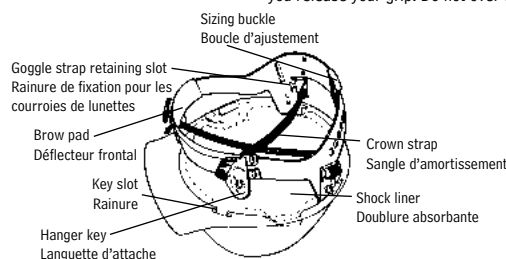

Figure 2
- Turn helmet upside down. Place suspension inside helmet with brow pad toward front bill. Shock liner should remain inside the helmet shell. See Figures 2 and 4.
- Retourner le casque (côté intérieur vers le haut). Placer la coiffe à l'intérieur du casque, le déflecteur frontal vers l'avant. La doublure absorbante doit demeurer à l'intérieur du casque. Se reporter aux figures 2 et 4.